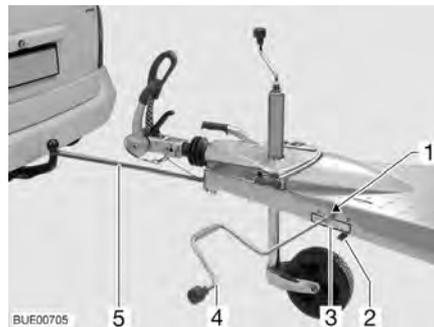

Bild 5 Ankuppelhilfe Easy-Pull
- Den Sperrhebel (Bild 5,2) in Offenstellung bringen.
- Das Gurtband mit Haken (Bild 5,5) nach vorne herausziehen, um den Kugelkopf der Anhängerkupplung des Zugfahrzeugs legen und arretieren.
- Den Sperrhebel (Bild 5,2) in Schließstellung bringen.
- Die Kurbel für die Kurbelstützen des Caravans (Bild 5,4) auf den Sechskant (Bild 5,1) der Kurbelvorrichtung stecken und drehen. Dabei die Drehrichtung gemäß Aufkleber (Bild 5,3) beachten.